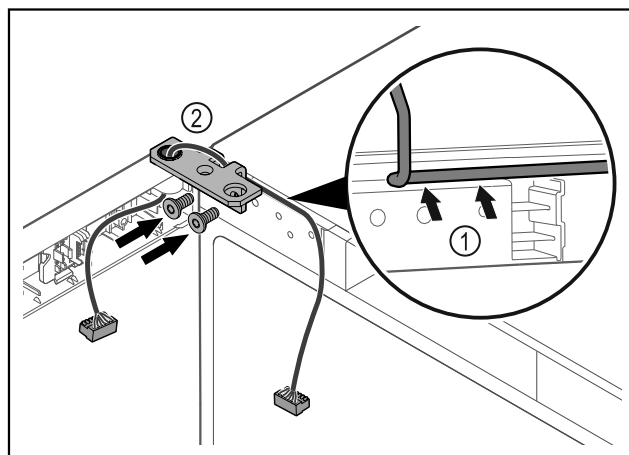

Fig. 41
- ▶ Проведите кабель через отверстие в шарнирном уголке и аккуратно уложите его Fig. 41 (1).
- ▶ Привинтите шарнирные уголки Fig. 41 (2).